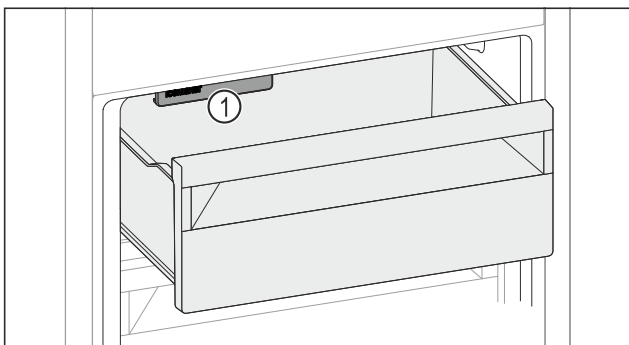

Fig. 155
- ▶ Учитывайте IceMaker Fig. 155 (1).